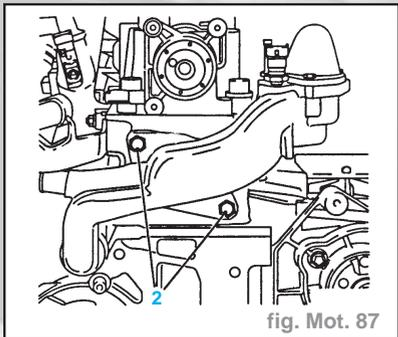

fig. Mot. 87
- Déposer les vis de fixation (2) et déposer par l'arrière le carter de thermostat et le flexible du liquide de refroidissement du radiateur (fig. Mot. 87).